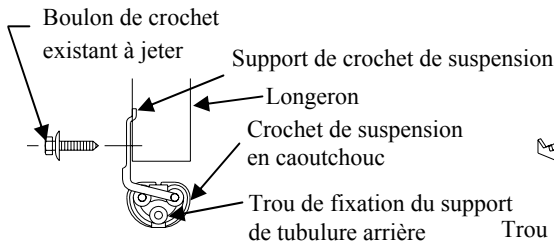
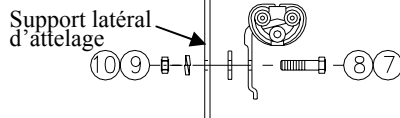

FIGURE 3
FIGURE 4
REMARQUE : Sur les modèles 2003 et ultérieurs de la Lincoln Town Car, il sera nécessaire de repositionner le support de tuyau d'échappement côté passager de la manière suivante : Déboullonner le support du crochet de suspension du cadre de châssis. Retirer le crochet de suspension de son support et du support de tubulure arrière d'échappement (voir figure 3). Faire pivoter le crochet de suspension en caoutchouc et remettre son support en place, comme illustré à la figure 4. NE PAS refixer le crochet au support de tubulure arrière d'échappement pour le moment. Se débarrasser du boulon du support de tuyau d'échappement existant.
- En utilisant l'attelage comme gabarit, percer quatre (4) trous dans les longerons de châssis. Les trous arrière doivent être percés le plus près possible du centre du véhicule.
- Refixer le support de tuyau d'échappement comme illustré à la figure 4. Serrer toute la visserie M8 au couple de serrage de 20 lb-pi. (27 N*M)